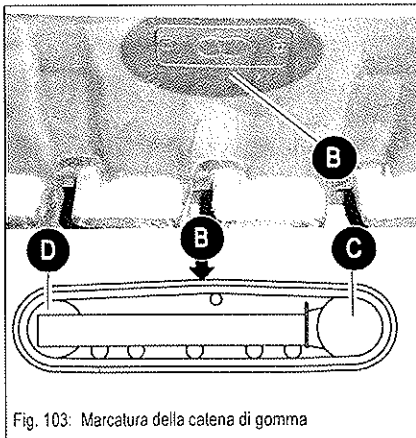

Fig. 103: Marcatura della catena di gomma
- Nella catena di gomma è presente una marcatura **B**, come mostrato nella Fig. 103